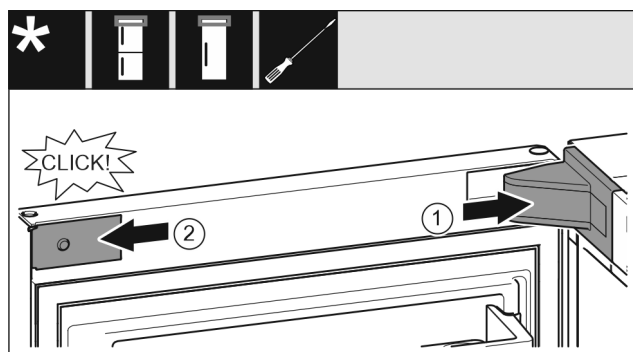

Fig. 22
- ▶ Stavite pokrov podlošku ležaja Fig. 22 (1) i pustite ga da se uglati, po potrebi ga oprezno razdvojite.
- ▶ Postavite masku Fig. 22 (2) bočno i uglatite je.